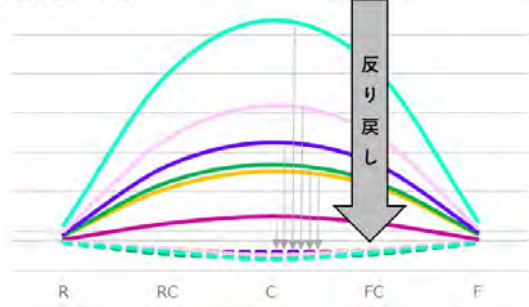

図4. 反り戻し矯正結果
- その結果、回収品『芯金』が大きく反ったものでも、全て所望の値に戻す事が出来ることを確認し(図4)、再資源化していた『芯金』部品を再使用する事が可能となった。